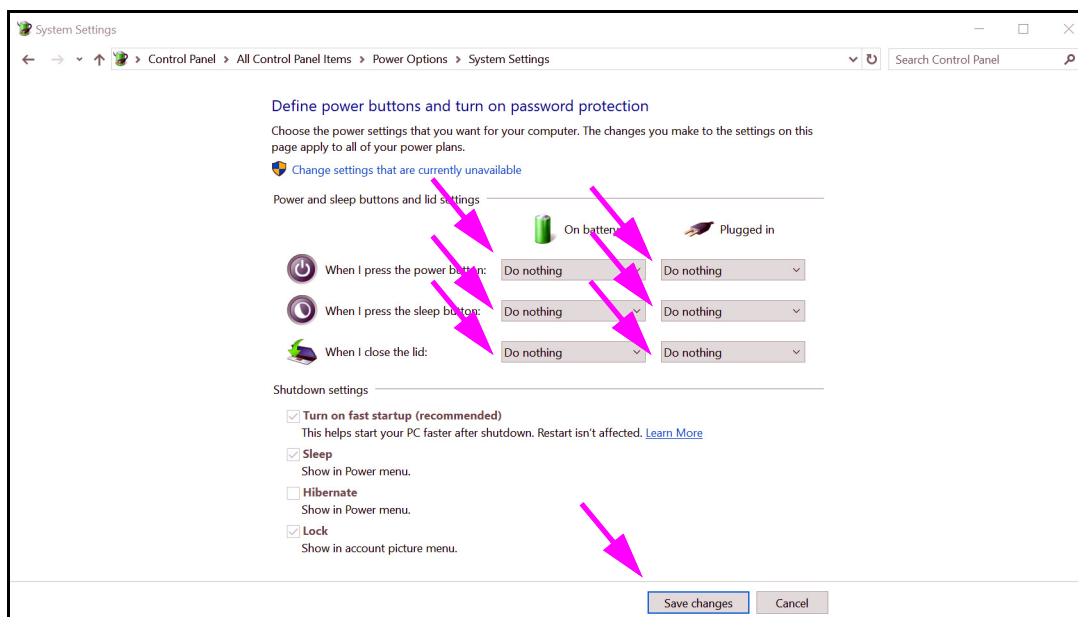

Figure 2-30. Fenêtre System Settings (Paramètres du système)
10. **Pour les portables uniquement :** Dans la fenêtre Power Options (Options d'alimentation), cliquer sur l'option **Choose what closing the lid does (Choisir l'action qui suit la fermeture du capot)**. La fenêtre System Settings (Paramètres du système) s'affiche (voir la Figure 2-30). Réglez tous les paramètres sur **Do nothing (Rien)**, puis cliquez sur le bouton **Save changes (Enregistrer les modifications)**.